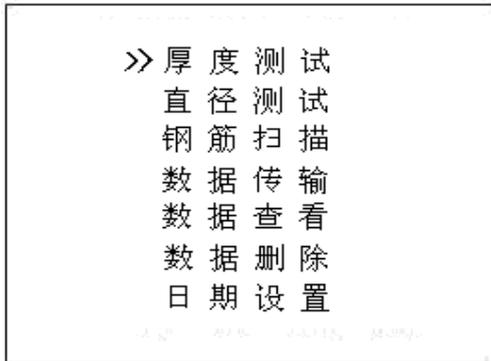

图 4-2 功能选择界面
4.2 功能选择界面 在开机界面，按任意键进入功能选择界面如图4-2。